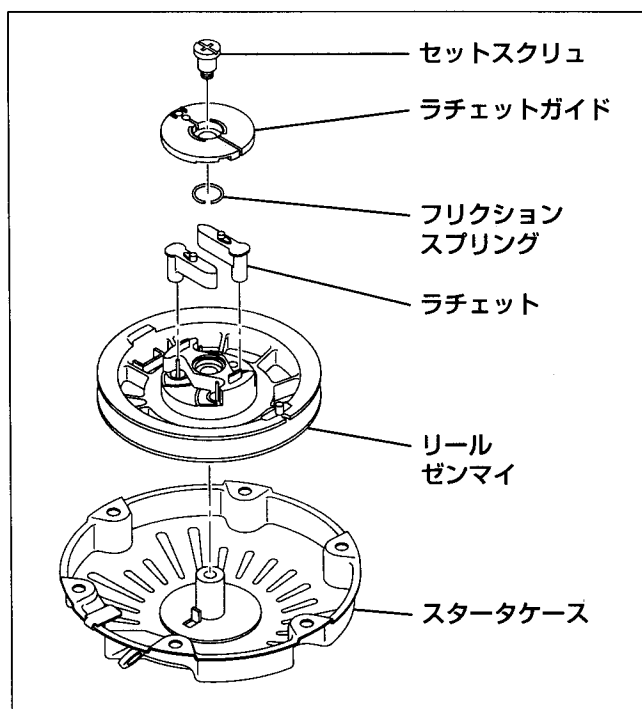

図9-2
(2)子部品を取外します。(図9-2)
(3)リールを取外します。(図9-2)